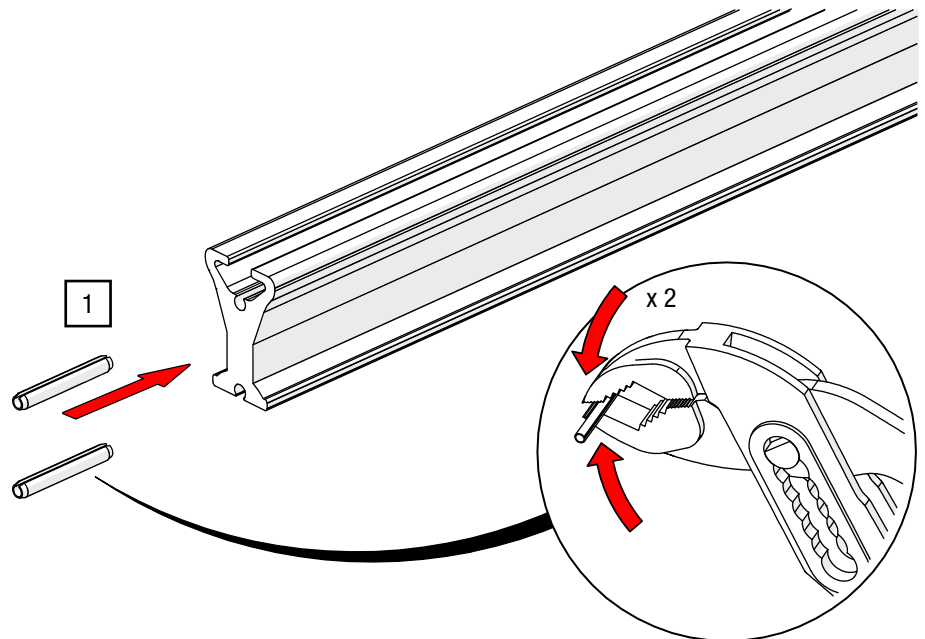

Abb. 16: Schienenverbinder – Verbindungsstift in Schienenteil einfügen
1. Drücken Sie auf beiden Seiten die Verbindungsstifte leicht konisch mit einer Rohrzange zusammen und stecken Sie diese in die vorgesehenen Zentrierlöcher (siehe Abb. 16).